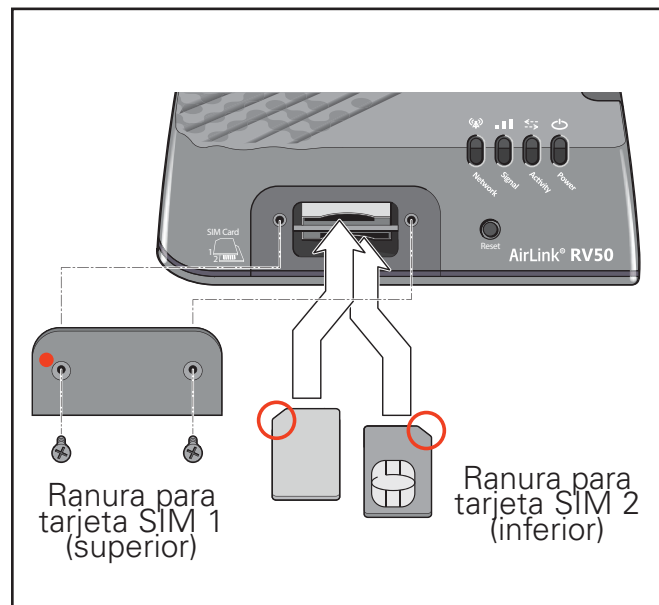

Figura 2.
3. Use un destornillador Phillips No.1 para quitar la tapa de la tarjeta SIM. (Figura 2.)